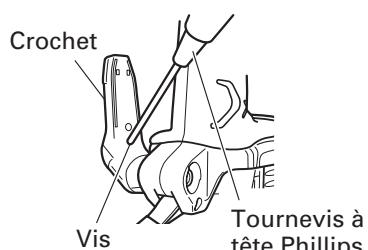

Fig. 12
- (1) Desserrer la vis du crochet avec un tournevis à tête phillips (no. 1). (Fig. 12)